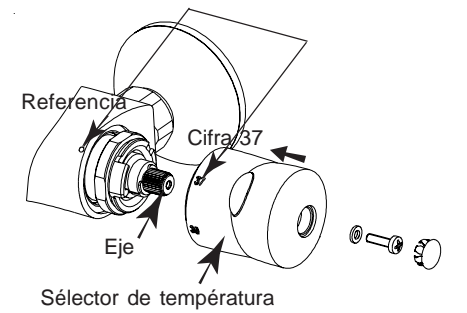

Fig. 1
- Volver a montar el selector de temperatura (sin girar el eje) alineando la cifra 37 con la referencia de nivel (ver fig. 1), fijar el conjunto con la ayuda de tornillo.